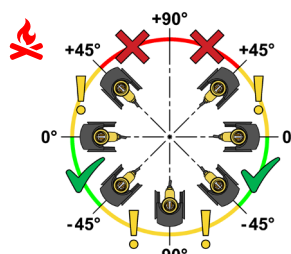

Fig.7
- **Modelli con portata nominale da 3,5 a 10 m³/h:** il sensore di flusso può essere orientato con inclinazioni comprese fra 45° e -90°. In particolare, l'orientamento con angolo compreso fra -45° e -90° è consentito nel caso in cui si sia verificata l'assenza di impurità e sporco all'interno del fluido termovettore. L'orientamento con angolo compreso fra 45° e 0° invece è consentito nel caso in cui si sia verificata l'assenza di aria all'interno del fluido termovettore (Fig.7).